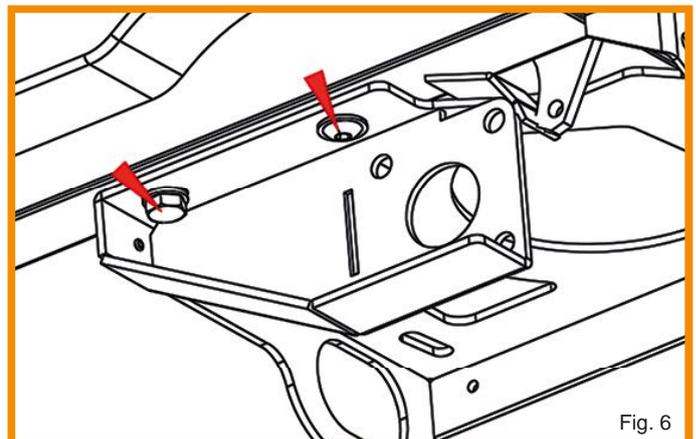

Fig. 6
- From below, 2 different bolts must be used. At the front one bolt M10x25 (Pos 11) with washer is used. The rear bolt (Pos 12) is a M10x25 allen pan-head bolt with flange (Fig. 6).
- Von unten müssen zwei verschiedene Schrauben verwendet werden. Vorne wird eine M10x25 mit Unterlegscheiben (Pos. 11) eingesetzt. Die hintere Schraube ist eine M10x25 Flachkopfschraube mit Innensechskant. (Pos. 12) (Fig. 6).